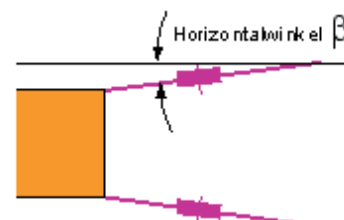

Bild 2:
- β = Horizontalwinkel (Bild 2)